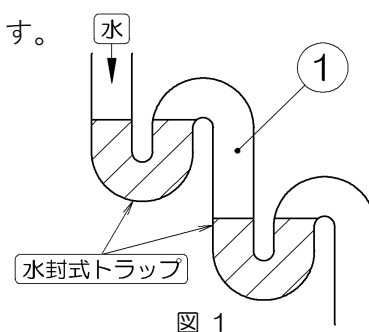

図 1
これは、水封式トラップが、同一配管内で二重にあると排水時にトラップ間（図1①）の空気が閉じこめられ、大きな圧力変動を起こし、排水の流れに支障を来す恐れがあるためです。更に、封水破壊現象を引き起こす原因ともなり、禁止されております。